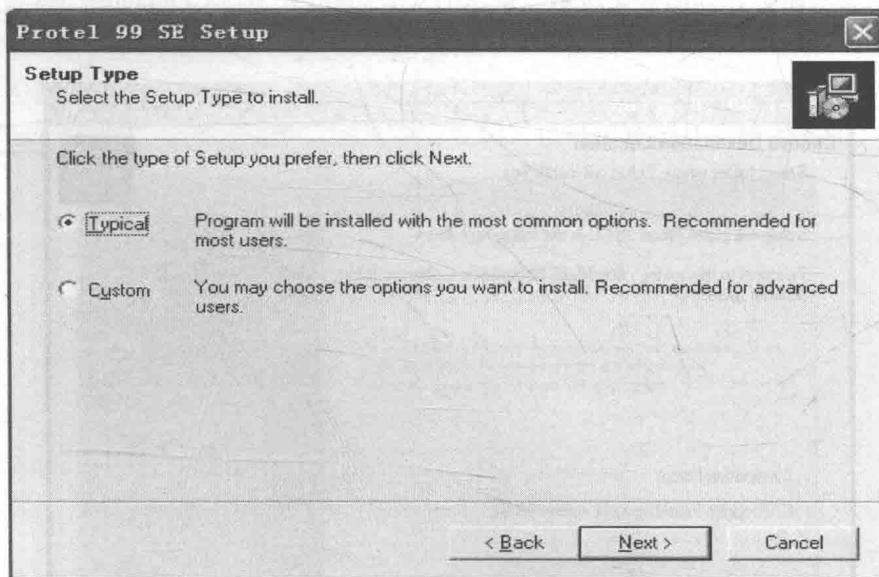

图 0-5 选择安装模式
5) 选择好安装路径后单击“Next”，进入选择安装模式，如图 0-5 所示，一般选择典型安装（Typical）模式，如有其他要求可选择自定义安装（Custom）模式。选择“Typical”